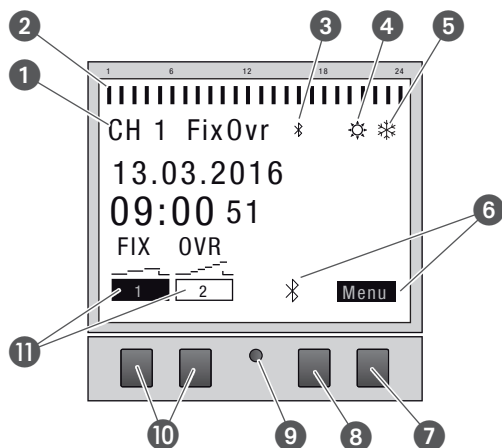

Fig. 2: Structure de l'écran
- ② Commutations programmées
- ③ Bluetooth
- ④ Heure d'été
- ⑤ Heure d'hiver
- ⑥ Affichage des fonctions des touches droites
- ⑦ Touche Menu
- ⑧ Touche Bluetooth
- ⑨ Touche de réinitialisation
- ⑩ Touches gauches
- ⑪ Affichage des fonctions des touches gauches
Affichage des fonctions des deux touches droites (Fig. 2/⑦ + ⑧)
Affichage des fonctions des deux touches gauches (Fig. 2/10)
La structure des menus s'affiche à l'écran une fois la touche Menu actionnée (Fig. 2/7).